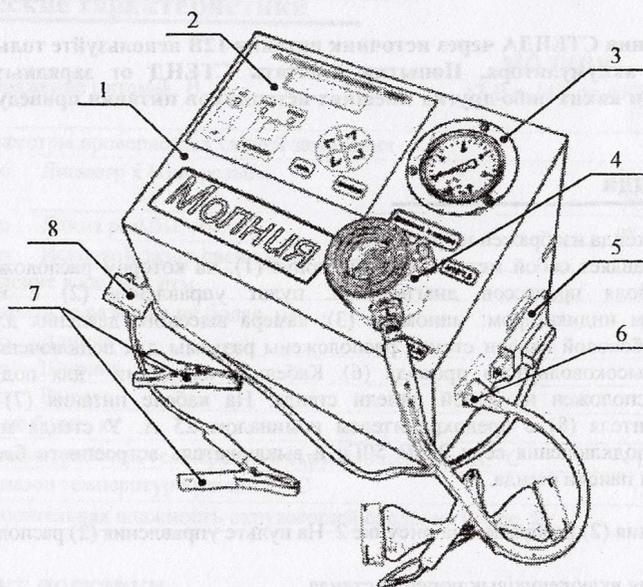

Рис. 1. Внешний вид стенда "Молния"
5. Кнопка **Коммутатор** для выбора работы с встроенным в стенд коммутатором или внешним коммутатором, подключаемым через разъём (5 рис. 1) на правой боковой панели стенда. В версии МОЛНИЯ-К кнопка **Коммутатор** используется для выбора режима работы с встроенным и внешним коммутатором, а так же для выбора режима проверки модуля системы зажигания.
1. Аккуратно и до ощутимого упора вверните проверяемую свечу в соответствующее отверстие в камере высокого давления (4 рис. 1) и подключите к ней высоковольтный провод. Во второе отверстие вверните заглушку, поставляемую со СТЕНДОМ. Используйте уплотнительные кольца, идущие в комплекте к СТЕНДУ. Для повышения герметичности уплотнения, штатную шайбу на свече рекомендуется снять.
2. Подключите клеммы кабеля питания (7 рис.1) к положительной и отрицательной клеммам полностью заряженного автомобильного аккумулятора, в соответствии с обозначением на контактах. После подключения клемм включатся светодиодные и жидкокристаллический индикатор на панели управления стендом. Индикатор «Вкл» будет светиться зелёным. При неправильном подключении клемм стенд не включится. Для модификации стенда МОЛНИЯ-К возможно подключение стенда как к автомобильному аккумулятору, так и к сети переменного тока 220В 50Гц. В случае одновременного подключения стенда к аккумулятору и сети переменного тока 220В 50Гц, стенд будет работать от встроенного источника питания 220В 50Гц. Подключите шнур сетевого питания 220В 50Гц и включите выключатель на левой стенке СТЕНДА для работы от сети переменного тока 220В 50Гц.
4. Нажмите кнопку **Давление** и удерживайте её, пока давление в камере не станет равным рабочему давлению для проверяемой свечи. Величину давления контролируйте по манометру (3 рис.1) на корпусе прибора.
5. Нажмите и удерживайте кнопку **Искра** для формирования высоковольтного напряжения на свече. При необходимости измените частоту следования искры используя кнопки **↑**, **↓** и угол замкнутого состояния контактов кнопками **←**, **→**. Через окно в камере высокого давления (4 рис.1) наблюдайте за процессом искрообразования.
1. Аккуратно и до ощутимого упора вверните эталонную свечу в соответствующее отверстие в камере высокого давления (4 рис. 1) и подключите к ней высоковольтный провод. Во второе отверстие вверните заглушку, поставляемую со СТЕНДОМ. Используйте уплотнительные кольца, идущие в комплекте к СТЕНДУ. Для повышения герметичности уплотнения, штатную шайбу на свече рекомендуется снять.
2. Используя кабель переходник №1, подключите проверяемый коммутатор к разъёму (5 рис. 1) расположенному на правой боковой панели стенда.
5. Нажмите кнопку **Давление** и удерживайте её, пока давление в камере не станет равным рабочему давлению для используемой свечи. Величину давления контролируйте по манометру (3 рис.1) на корпусе прибора.
6. Нажмите и удерживайте кнопку **Искра** для формирования высоковольтного напряжения на свече. При необходимости измените частоту следования искры используя кнопки  $\uparrow$ ,  $\downarrow$ , и угол замкнутого состояния контактов кнопками  $\leftarrow$ ,  $\rightarrow$ . Через окно в камере высокого давления (4 рис.1) наблюдайте за процессом искрообразования.
1. Аккуратно и до ощутимого упора вверните свечу в соответствующее отверстие в камере высокого давления (4 рис. 1) и подключите к ней высоковольтный провод от встроенной в СТЕНД катушки зажигания. В дальнейшем эта свеча в проверке модуля не участвует и нужна для защиты встроенной катушки от возможного пробоя.
3. Используя кабель переходник, подключите проверяемый модуль системы зажигания к разъёму (5 рис. 1) расположенному на правой боковой панели стенда.